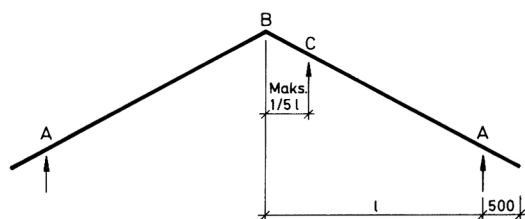

Fig. 01
- 01 Bladet behandler dimensjonering og trekvaliteter for taksperrer med opplegg som vist i fig. 01. Beregningene er utført for en utkraging på 0,5 m fra opplegg ved yttervegg.